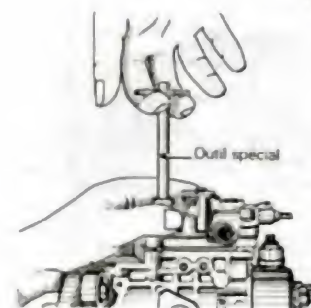

Fig. 45.
- Faire passer l'axe de vitesse muni d'un joint neuf à travers le couvercle, en utilisant un outil spécial (fig. 45).